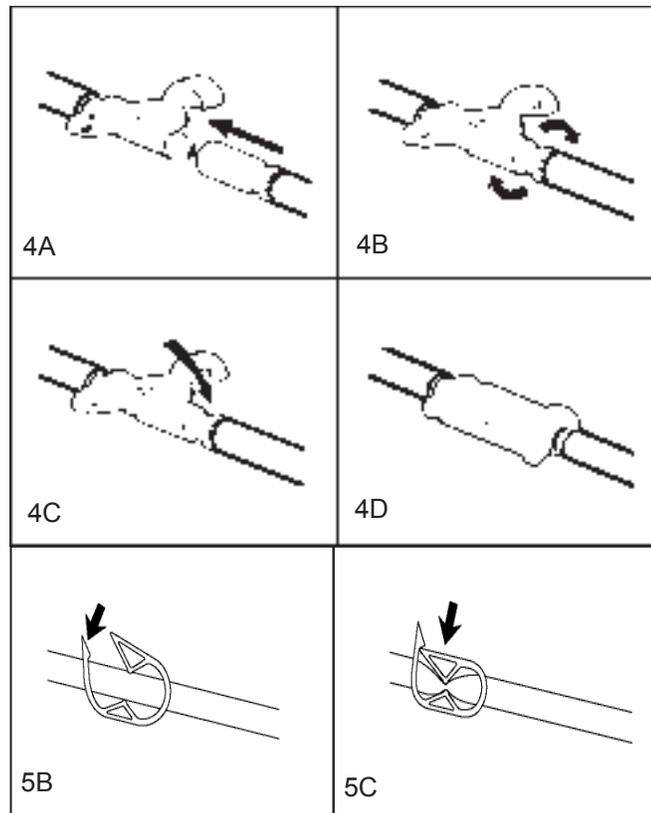

Figure 4 : Connecteurs Cltik-Tite®
5. Enrouler le tuyau et fermer les connecteurs Clic-Tite® sur le tuyau (figure 4, page 7), le cas échéant.